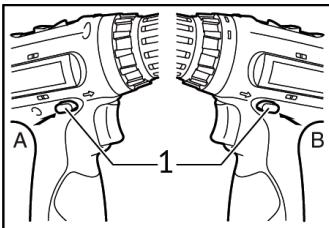

рис.4
-для того чтобы получить требуемое направление вращения рабочего инструмента, необходимо нажать на переключатель направления вращения (рис.4 поз.1) до упора влево или вправо. Выключатель дрели блокируется, если переключатель направления вращения находится в среднем положении. Благодаря этому исключается случайное включение дрели и обеспечивается защита аккумулятора от нежелательной разрядки.